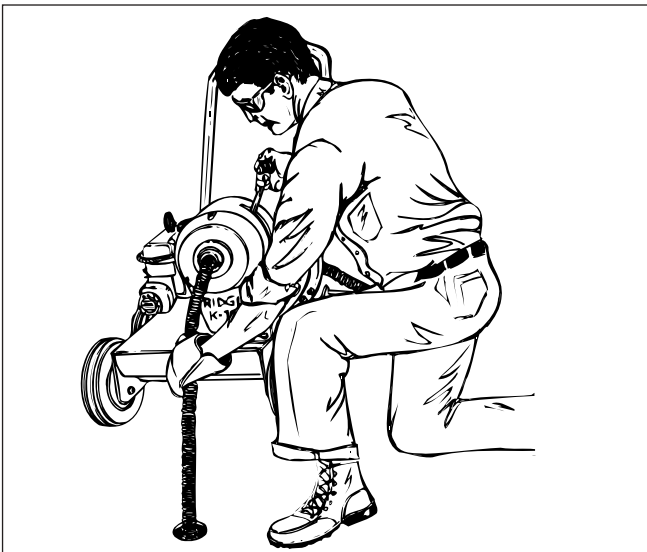

Figure 5 – Utilisation du dégorgeoir
4. Mettez-vous en position appropriée afin d'assurer votre équilibre (Figure 5).